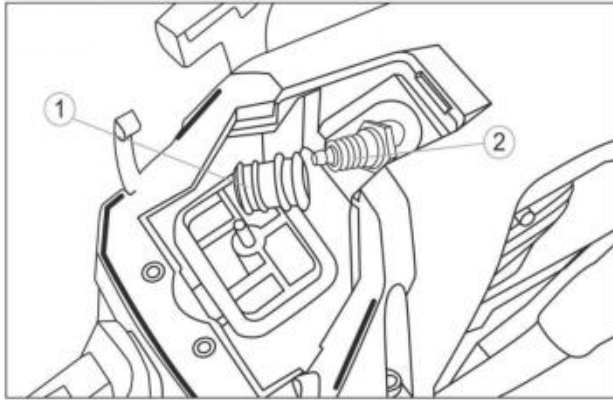

Fig. 26
3. Das Hochspannungskabel von der Zündkerze 1 abziehen (Abb. 26).